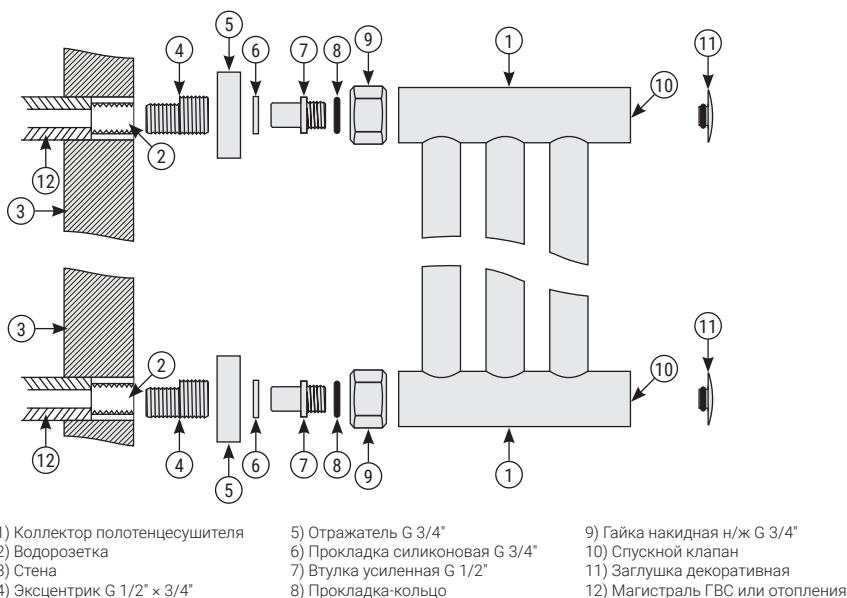

Рис.1
ВНИМАНИЕ! Узел 7, 8, 9 (рис. 1) в сборе, прошел проверку на герметичность.
- 4.2. Для герметизации резьбовых соединений производитель комплектует изделие прокладками собственного изготовления (п. 3.6, п. 3.7 и рис. 1 «6», «8»).
5.1. Сборку и установку изделия производить согласно схеме (рис. 1).